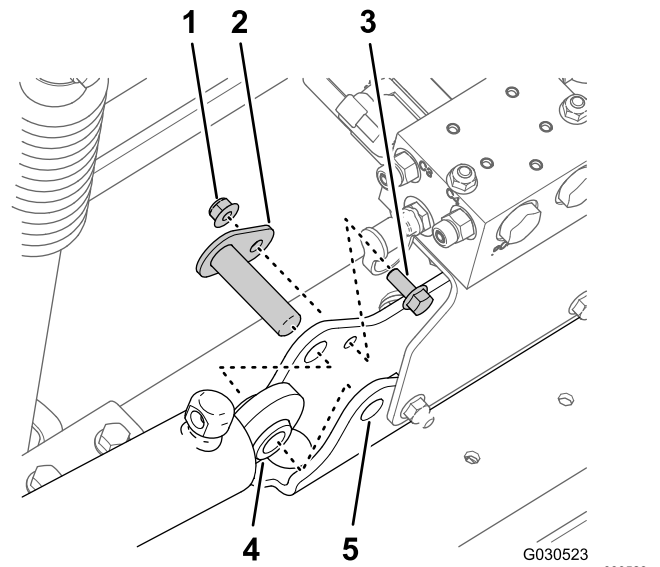

Figure 41
- Retirez le contre-écrou à embase (5/16") et le boulon à embase (5/16" x 3/4") qui fixent l'axe de pivot au support de vérin (Figure 41).
- Déposez l'axe de pivot et le vérin de levage de la machine (Figure 41).